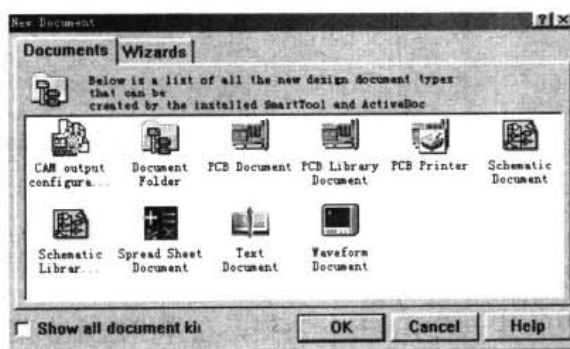

图 9-3 New Document (新建设计文档) 对话框
- (3) 再次执行菜单命令 File|New, 出现如图 9-3 所示的 New Document (新建设计文档) 对话框, 双击其中的图标即可在 Document 文件夹中建立一个新的 PCB 文件, 默认名为“PCB1”, 扩展名为“PCB”。
在工作窗口的面板上单击鼠标右键, 在弹出的命令菜单中选择 New 命令也可打开如图 9-3 所示的 New Document (新建设计文档) 对话框。